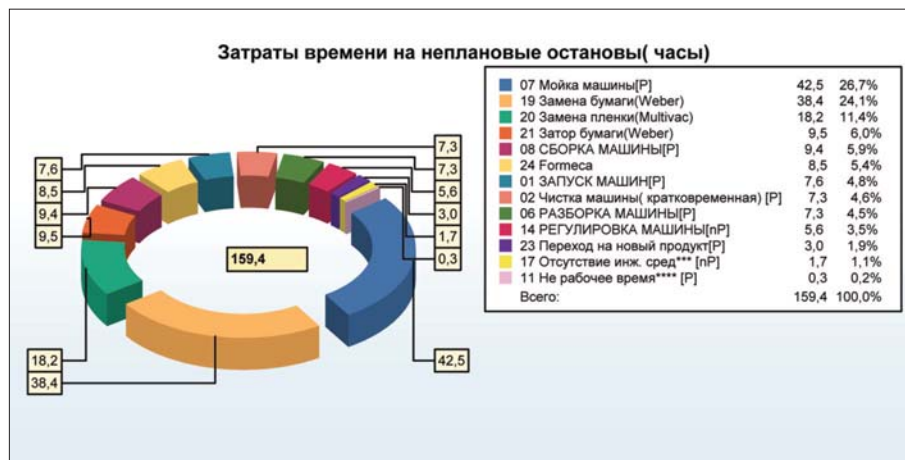

Рис. 4 Графики затрат времени для оборудования «Линия по нарезке сыра (А)»
- рост значения OEE (прозрачность учета, выявление слабых мест, устранение слабых мест), анализ OEE по виду продукта, виду оборудования (рис. 4) и классам причин простоев;